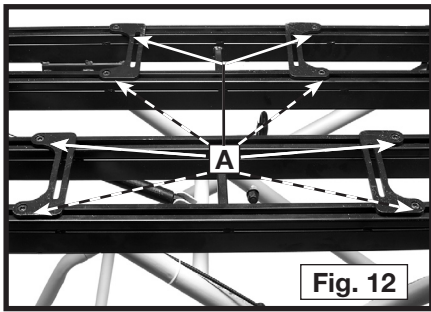

Fig. 12
1. Desserrez, mais ne retirez pas, les écrous à six pans sur chacune des bases des connecteurs amovibles (éléments A de la figure 12).
4. Serrez fermement les écrous à oreilles (éléments A de la figure 13) et les écrous à six pans sur les connecteurs (éléments A de la figure 12).